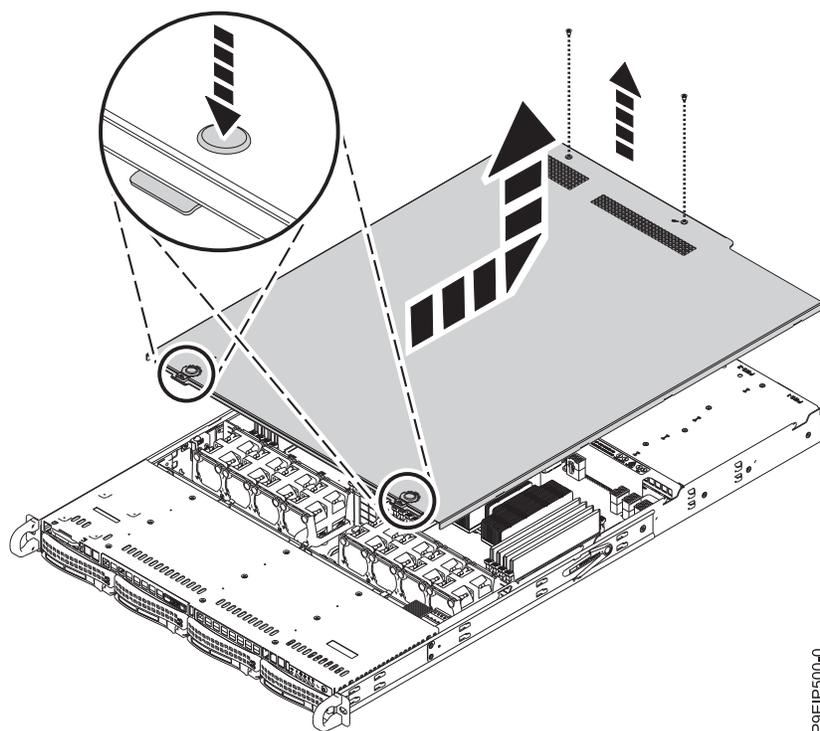

Figura 54. Liberando e abrindo a tampa
2. Remova os dois parafusos da tampa (1) da parte traseira da tampa.
3. Pressione os dois botões na tampa superior (2) para liberar as travas, conforme mostrado na Figura 54 na página 99, e empurre a tampa de volta cerca de 0,5 pol. (1 cm) até que ela pare. Se os botões não forem pressionados para baixo facilmente, remova parcialmente as unidades diretamente sob os